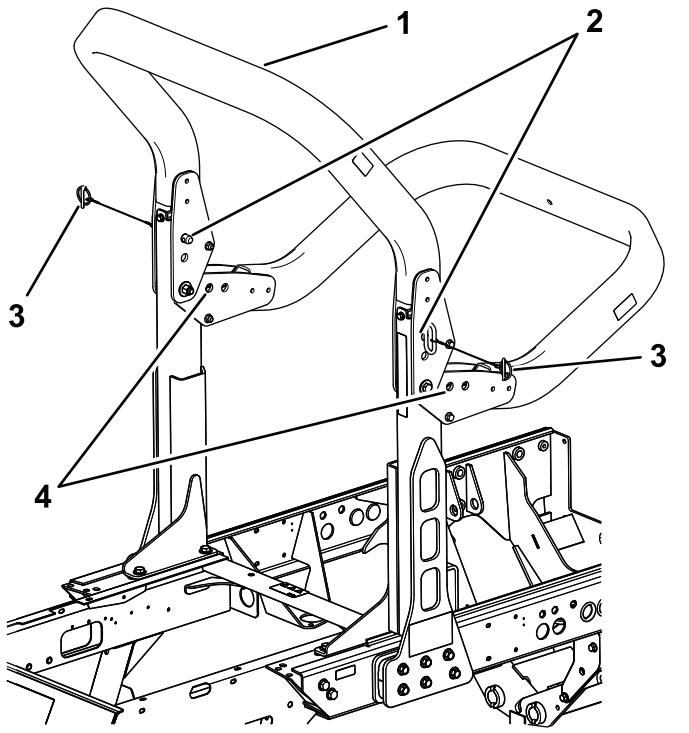

Рисунок 60
- Поддерживайте верхнюю раму защитной дуги, когда снимаете шплинты и шплинтуемые штифты с кронштейнов осей поворота (Рисунок 60).